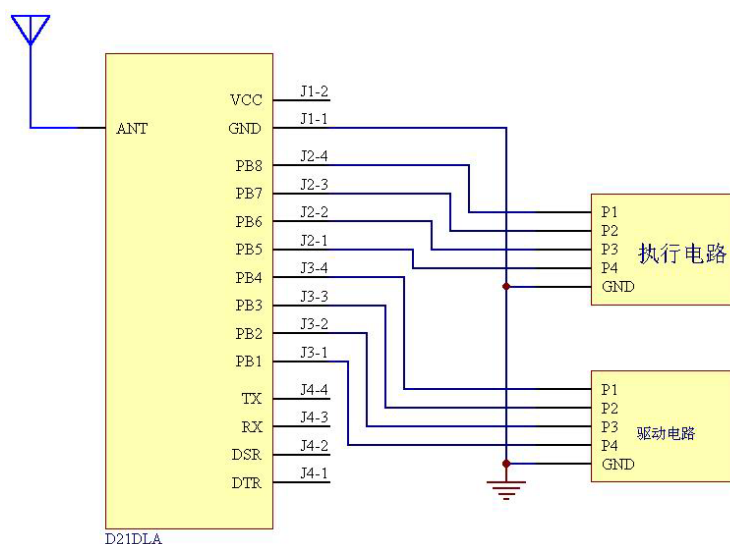

图 5-3
3、可直接使用 D21DL 模块做开关量的输入输出设备，图 5-3 中通过软件设置可将 PB1-PB4 设置成输入端口，接开关键、报警器、仪表等驱动电路。PB5-PB8 设置成输出端口接指示灯、电机控制等执行电路。